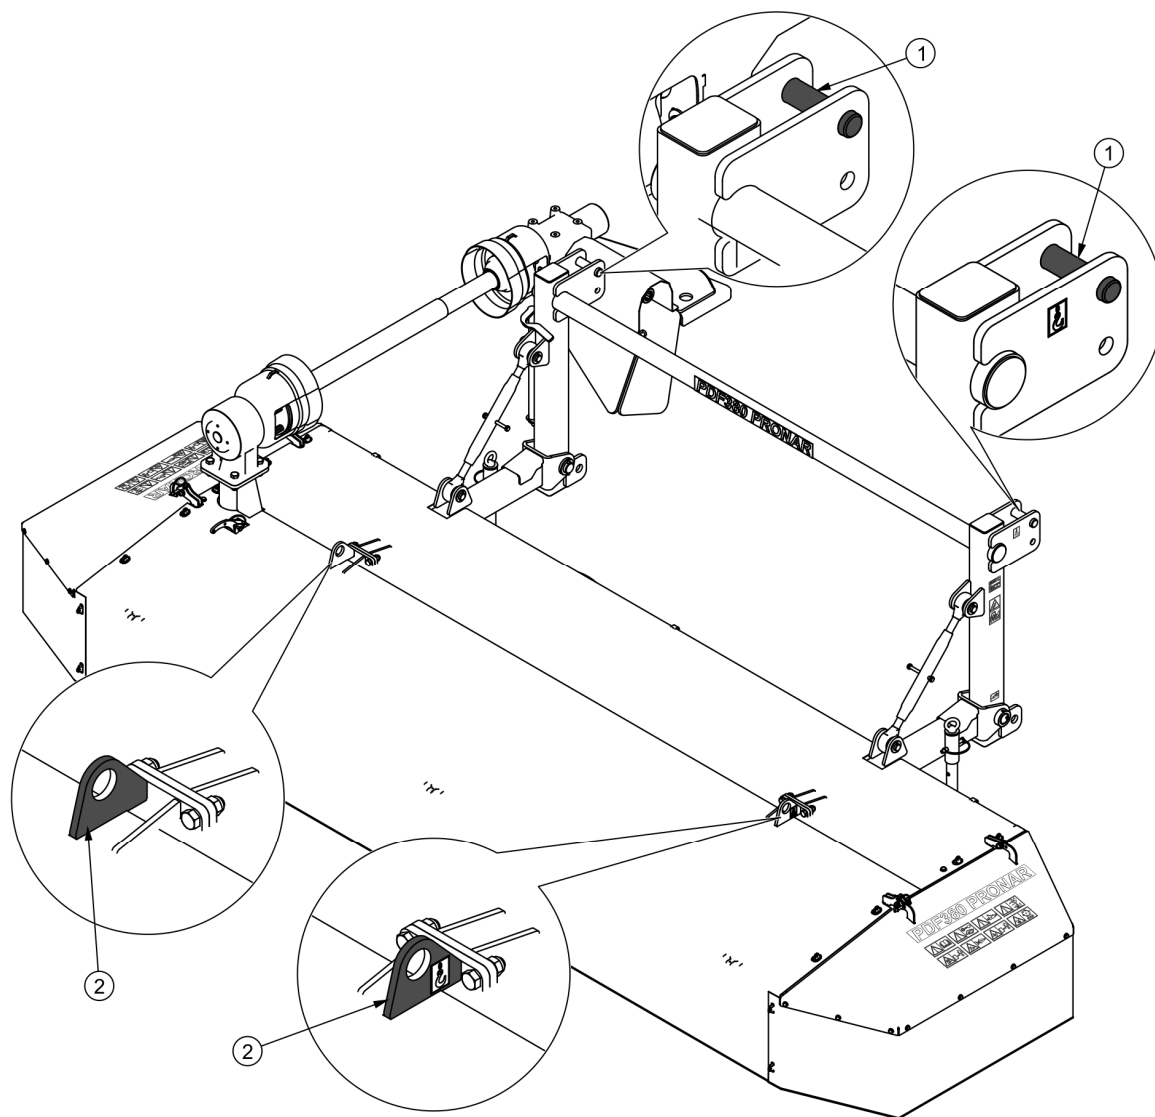

РИСУНОК 1.2 Транспортные захваты
При загрузке на транспортное средство подсоединение косилки к подъемным устройствам осуществляется в предназначенных специально для этого местах (РИСУНОК 1.2 "Транспортные захваты"), т.е. за верхний шкворень подвески (1) и транспортный захват (2).